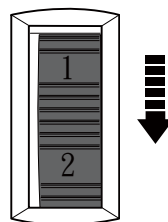

Fig. 5
>Gire el selector de velocidad (1) hacia atrás (visto desde la posición del operador) para reducir la velocidad máxima (Fig. 5). Un ajuste menor es adecuado para cortes con hojas de sierra gruesas y materiales duros.